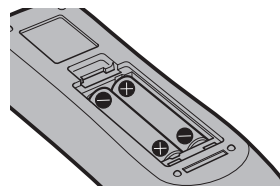

図 2
- 2) 電池を入れ、ふたを閉じる (● 側から先に入れます) (図 2)